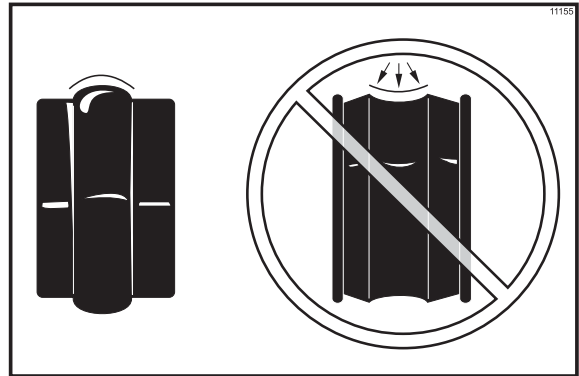

图 56
**注意：**为了保证冷冻缸后部不会泄漏奶浆，护套密封的中间部分应该凸出或从密封上向外突出。如果护套密封圈的中间部分向内凹或是密封圈的中间部分向内突出，则需调换密封圈的方向，使其内侧向外翻。（见图 56）